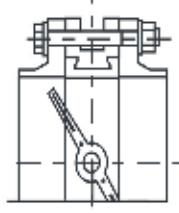

Рис. 6
14. Затяните болты (шпильки) так, чтобы флан цы и корпус (металлическая часть) затвора соприкасались. Затяжка болтов на меж фланцевых соединениях должна быть рав номерной по всему периметру. Медленно закройте и откройте дисковый поворотный затвор. Если установка затвора была прове дена правильно, затвор должен свободно открываться и закрываться (рис. 6).